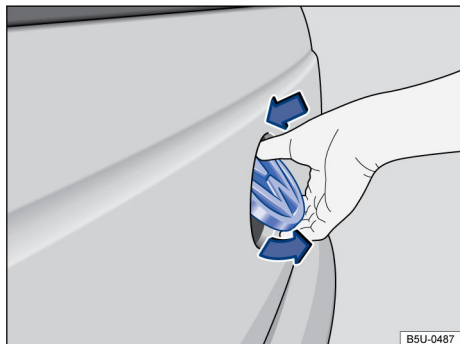

Fig. 47 Abrir la tapa del compartimento de carga.
- Con el pulgar, presione la parte superior del logotipo Volkswagen → fig. 47 e inserte los otros dedos en la parte inferior, tirándolo hacia afuera. La tapa se desbloqueará, quedando posicionada por la acción del resorte de gas. Tire de ella hacia abajo para abrir.